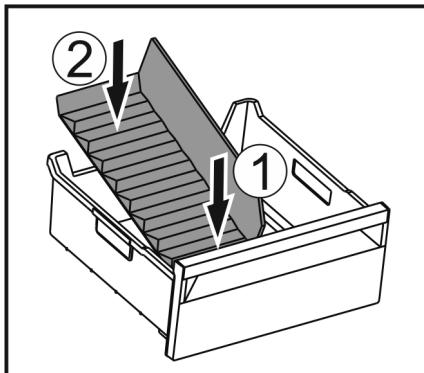

Fig. 184
► Установите переднюю часть разделителя отделения для льда. Fig. 184 (1)
► Опустите заднюю часть разделителя отделения для льда на дно выдвижного ящика. Fig. 184 (2)